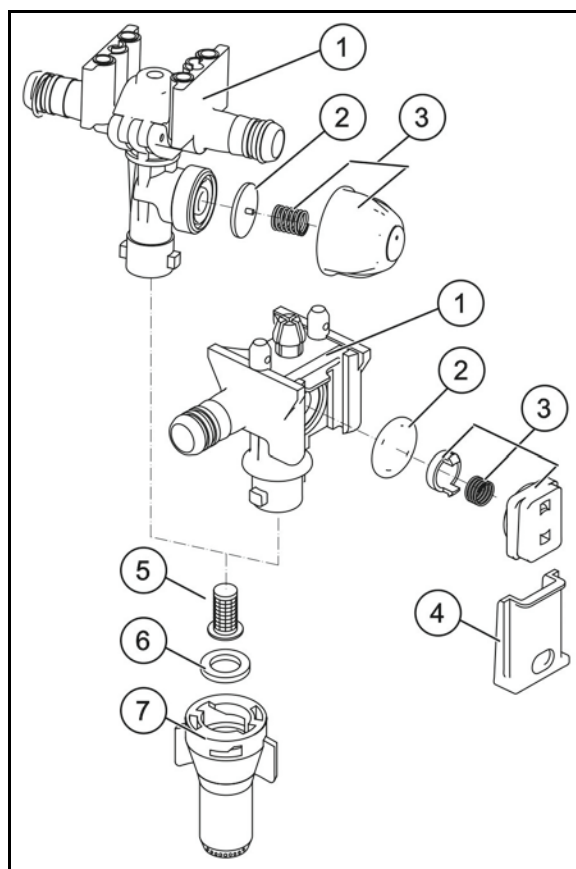

Fig. 176
2. Tilkoblingsstykket til flowmåleren (Fig. 176/2) forbindes med et delbreddeventil og kobles til kontrolapparatet.
3. Studserne til de resterende delbreddeventiler lukkes med afblændingskapper (Fig. 176/1).
2. Manometertilslutningen (Fig. 176/4) forbindes med delbreddeventilen vha. en koblingsstuds.